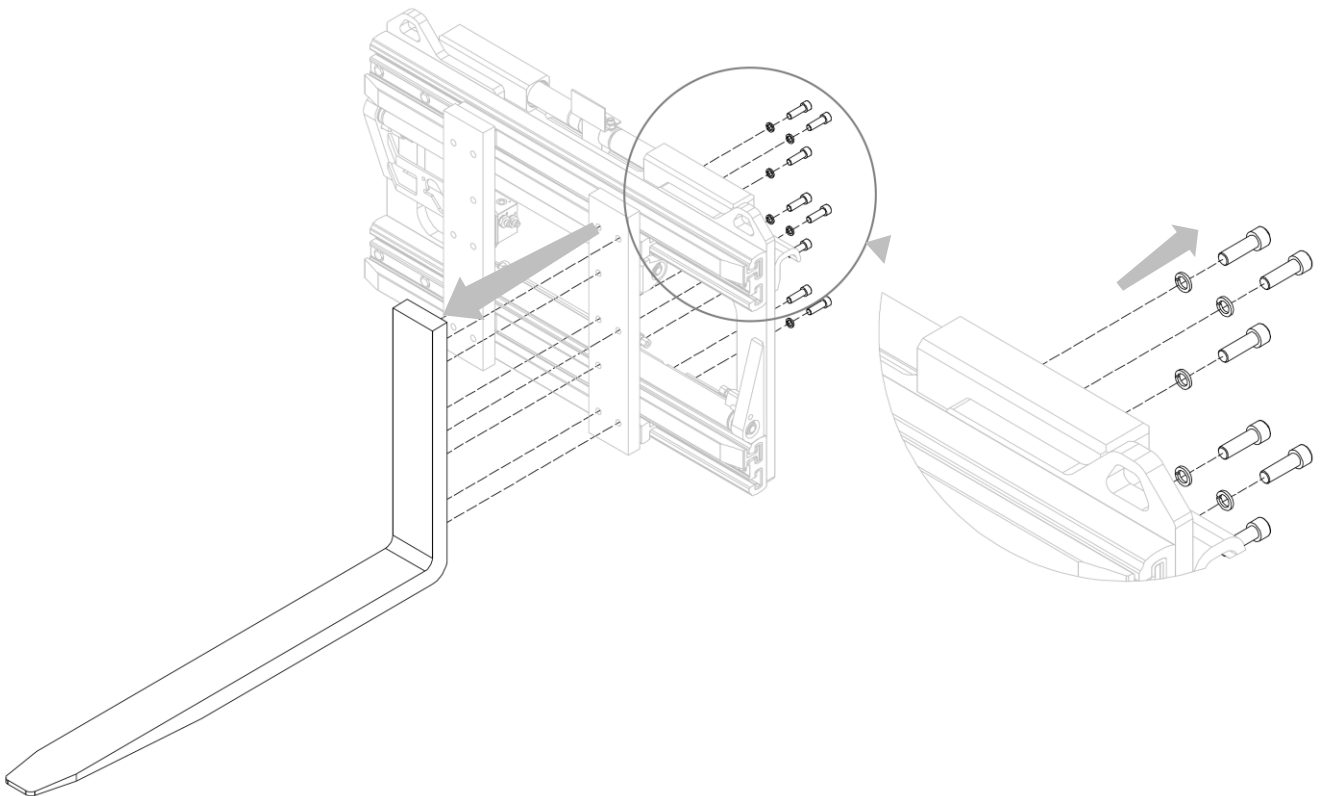

Figure 21
2. Retirer les fourches après avoir dévissé les vis correspondantes qui les soutiennent (voir *Figure 21*)